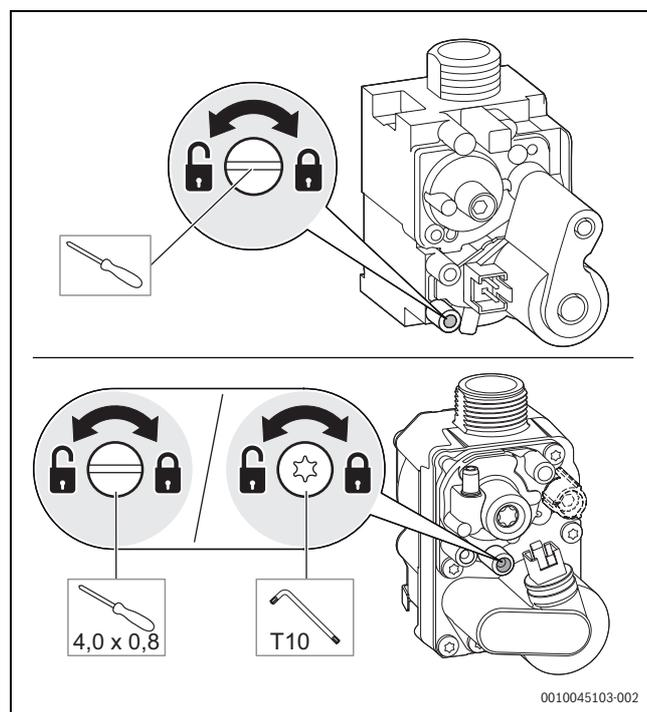

Fig. 38 Mesure de la pression de raccordement du gaz
- ▶ Desserrer la vis sur la tubulure de mesure pour la pression de raccordement du gaz de 2 tours (→ fig. 38).